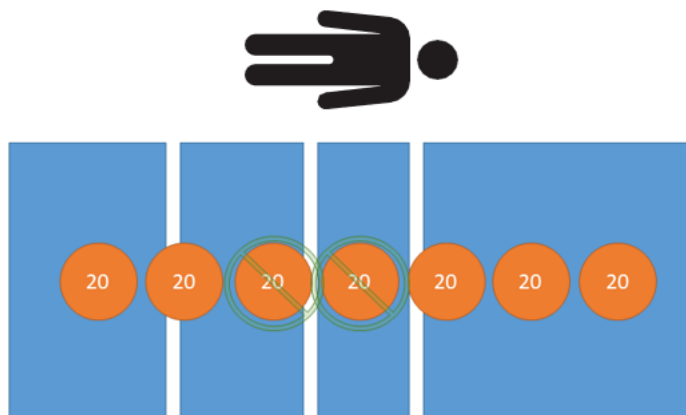

図 30 – 風袋（ゼ口）試験 - 正味100 kg
5. 較正済み分銅を使用して、100 kgを製品に載せます（図 30）。
9. 較正済み分銅を使用して、100 kgを製品に載せます (図 30)。